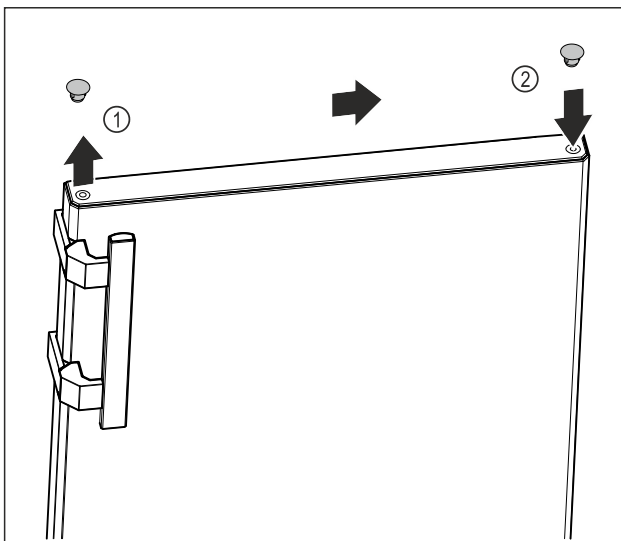

Fig. 13
- Podważyć ostrożnie zatyczkę osłonki na górze drzwi Fig. 13 (1) przy pomocy śrubokręta.
- Założyć zatyczkę osłonki po przeciwległej stronie. Fig. 13 (2)